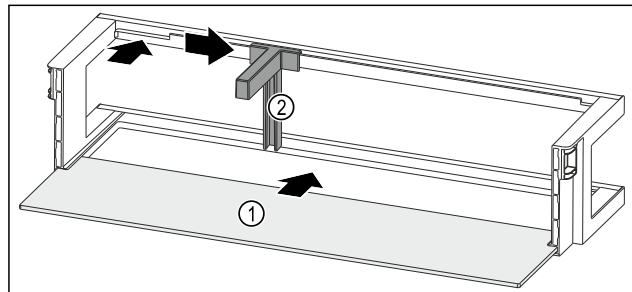

Fig. 279 Dørhylde med hylde
- Skub hylden Fig. 279 (1) ind i udsparringerne i siden.
- Indsæt flaskeholderen Fig. 279 (2) i udsparringen.
- Skub flaskeholderen Fig. 279 (2) til siden til den ønskede position.